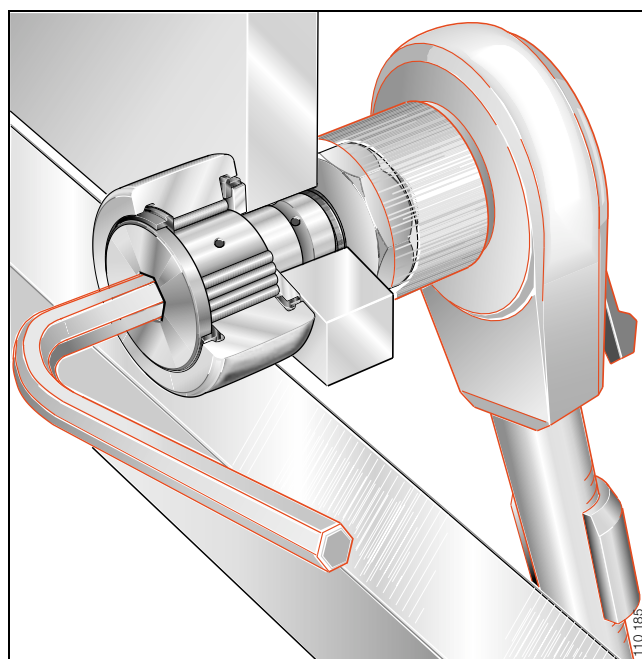

Fig. 5 · Montage facilité grâce au six pans creux des deux côtés
- d'être bloqués plus facilement avec une clé lors du serrage de l'écrou de fixation (figure 5)